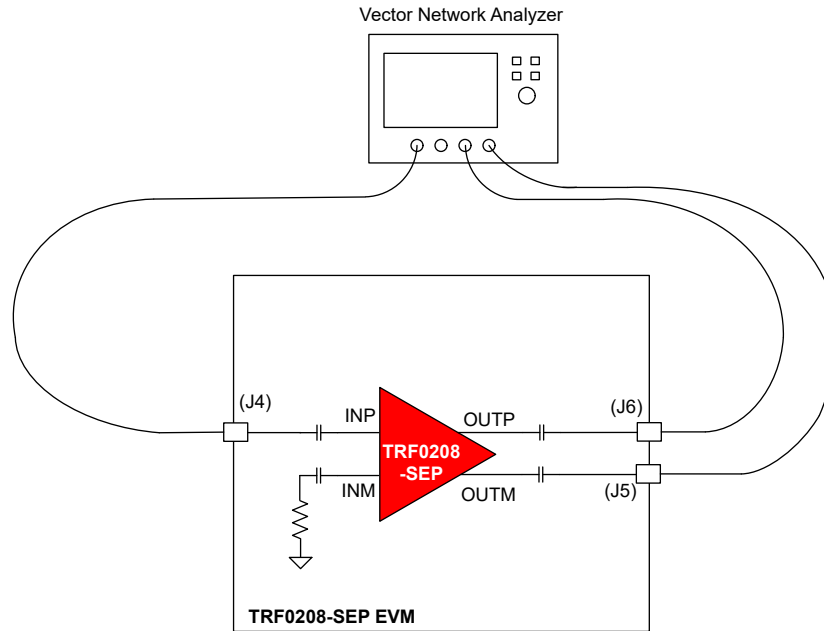

图 3-1. S 参数测试设置
1. 如图 3-1 所示，通常会使用矢量网络分析器 (VNA) 进行 S 参数测量。要测量 TRF0208SEP/SP EVM，建议使用 3 端口 VNA，它可以分别在 EVM 的输入和输出端口产生单端信号和接收差分信号。